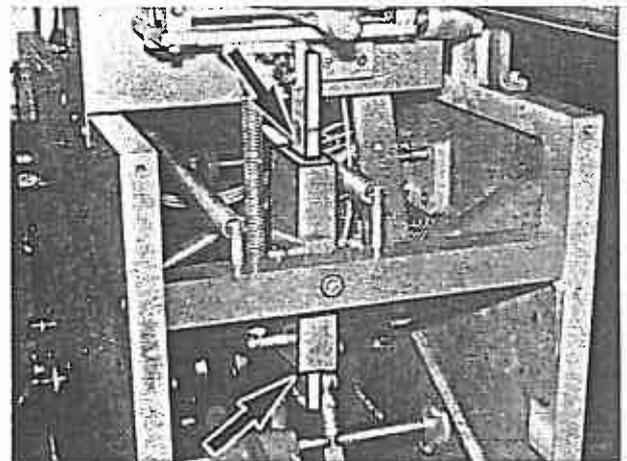

Bild 39
2. Hubstange des Kipptellers (Bild 39/Pfeile) mit Fett einstreichen.